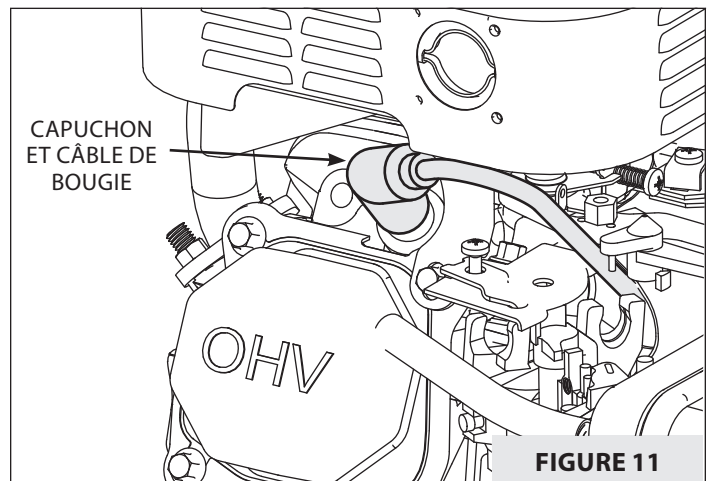

FIGURE 11
1. Débrancher le câble/capuchon de bougie et l'écarter de la bougie. **VOIR FIGURE 11.**
2. Débranchez le capuchon de bougie et nettoyez tous débris autour de la bougie. **VOIR FIGURE 11.**